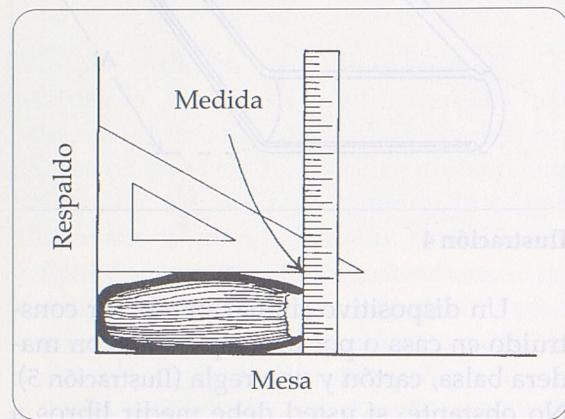

Ilustración 10
5. El grosor se debe medir de una forma un poco distinta. Coloque el libro sobre la mesa. Coloque la regla al lado de él perpendicularmente a la mesa, y sostenga la escuadra contra el respaldo de manera que su lado vertical descance completamente en el respaldo, y su lado horizontal esté paralelo a la mesa. Baje la escuadra, manteniendo su contacto con el respaldo, hasta que el lado horizontal de la escuadra entre en contacto con la parte más gruesa del libro. Tome nota de la medida donde el lado horizontal de la escuadra cruce la regla (Ilustración 10).